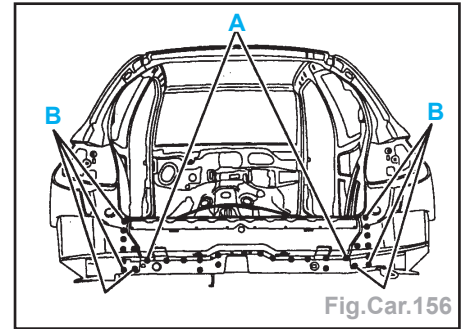

Fig.Car.156
- par points électriques (suivant A) (avec l'équipement BA1) (Fig.Car.156),